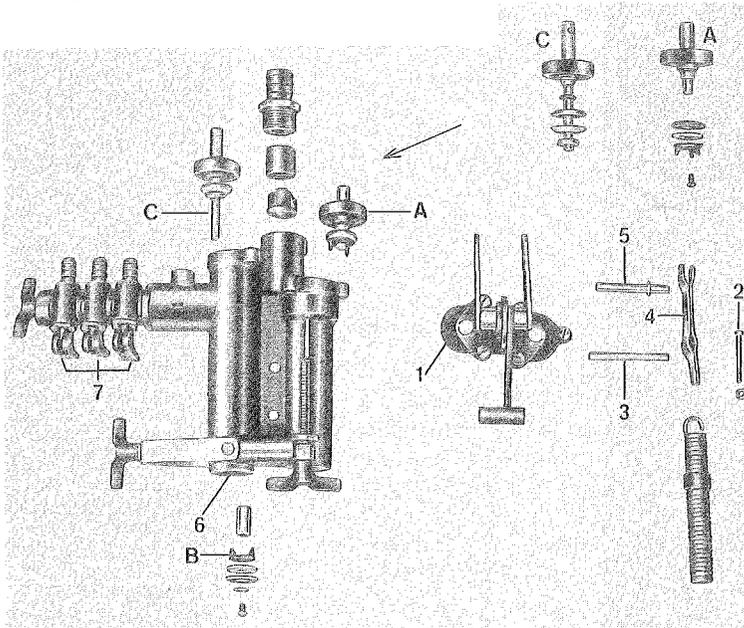

Abb. 9 Teilmontierter Synchronregler
B. Steuerventil zu den Düsen (B) Abb. 9
Ein Fremdkörper an dieser Stelle wirkt sich so aus, daß sich der Durchfluß zu den Düsen nicht mehr abstellen läßt. Dieses Ventil ist durch die Öffnung (6) zum Anschluß des Druckschlauches zugänglich, und ein entsprechender Fremdkörper kann meist durch diese Öffnung entfernt werden. Sollte dies nicht möglich sein, so kann der Ventilteller dadurch entfernt werden, daß man die dort befindliche Schlitzschraube löst. Beim Zusammenbau muß streng auf die Einhaltung der richtigen Reihenfolge und die Lage der verschiedenen, das Ventil bildenden Teile geachtet werden – siehe Abb. 9.